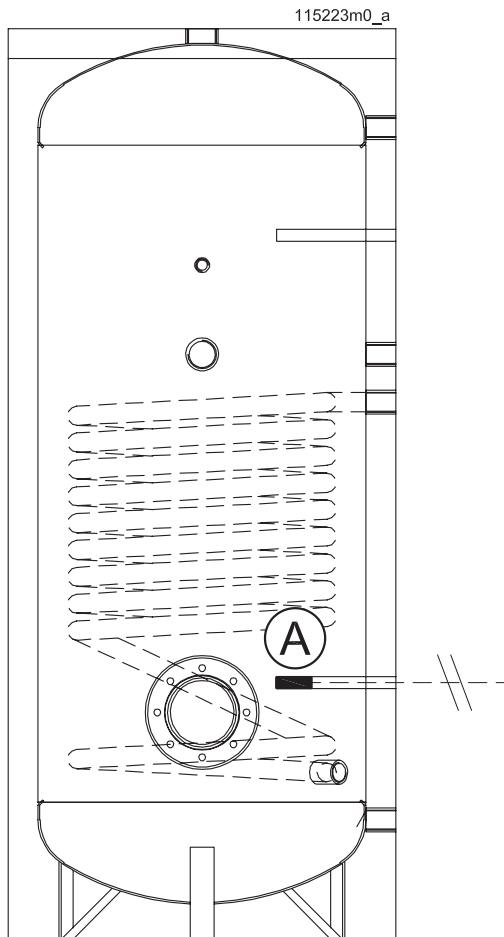

Figura 10 - Posizionamento sonde in BP/1
- Inserire la sonda boiler (da caldaia) nel pozzetto "A" (vedi figura 10).